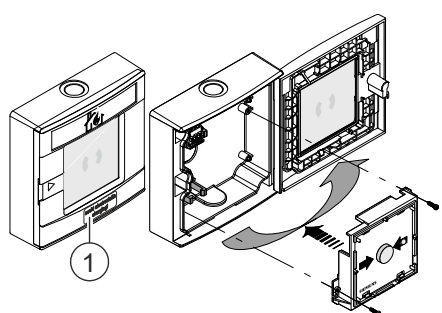

Fig. 2
3. Latch the corresponding DMA1104D/DMA1134D/DMA1154D switching unit (Fig. 2) into the connected DMA1192 housing and screw it tightly in place.
1. Attach the 'Avoid electrostatic charging' sticker to the housing so that it is clearly visible. The sticker comes with the switching unit (Fig. 2 [1]).
3. Entsprechenden Schaltungseinsatz (Fig. 2) DMA1104D/DMA1134D/DMA1154D in angeschlossenes Gehäuse DMA1192 einklinken und festschrauben.
1. Klebeschild 'Avoid electrostatic charging!' gut sichtbar auf dem Gehäuse anbringen. Das Klebeschild wird mit dem Schaltungseinsatz geliefert (Fig. 2 [1]).
3. Encliqueter et visser l'unité de commutation correspondante (fig. 2) DMA1104D/DMA1134D/DMA1154D dans le boîtier raccordé DMA1192.